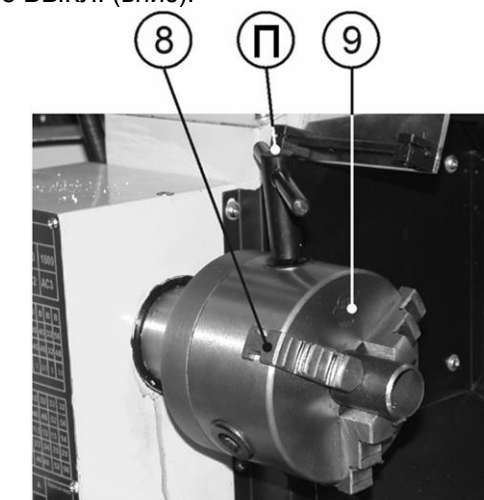

Рис.9
10.1.4. При помощи Т-образного ключа патрона (П) раздвиньте кулачки (8) трёхкулачкового самоцентрирующегося патрона (9), вставьте заготовку и при помощи Т-образного ключа патрона (П) зажмите заготовку в трёхкулачковом самоцентрирующемся патроне (9). Извлеките Т-образный ключ патрона (П) из гнезда трёхкулачкового самоцентрирующегося патрона (9), Рис. 9.
10.1.5. Для замены кулачков (8) вставьте Т-образный ключ (П) в трёхкулачковый самоцентрирующийся патрон (9), вращая Т-образный ключ (П) против часовой стрелки, полностью разожмите кулачки (8) трёхкулачкового самоцентрирующегося патрона (9). После этого кулачки (8) можно извлечь, соблюдая очередность.
Для установки кулачков (8) сохраняйте последовательность в обратном порядке, соблюдая очерёдность кулачков (8), Рис. 9.